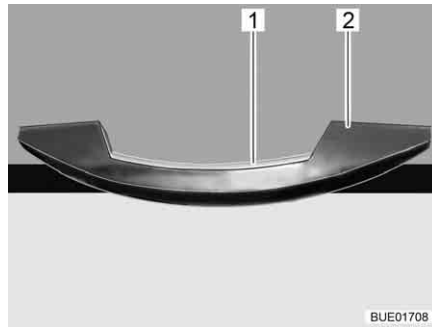

Bild 60 Handtag med låslist (exempel)
- Tryck in låslisten (Bild 60,1) och håll den intryckt.
- Öppna skåpluckan genom att dra i handtaget (Bild 60,2).